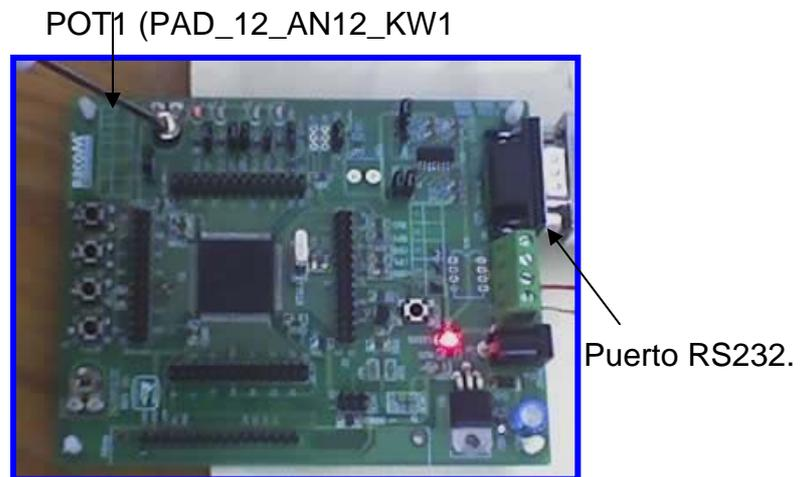

Figura 4.61 Manipulación de envío de bits por medio del potenciómetro.
11.- Para la manipulación del envío de bits de 0-255 por el puerto serie se utilizara el potenciómetro PAD12\_AN12\_KW12AD (Figura 4.61).